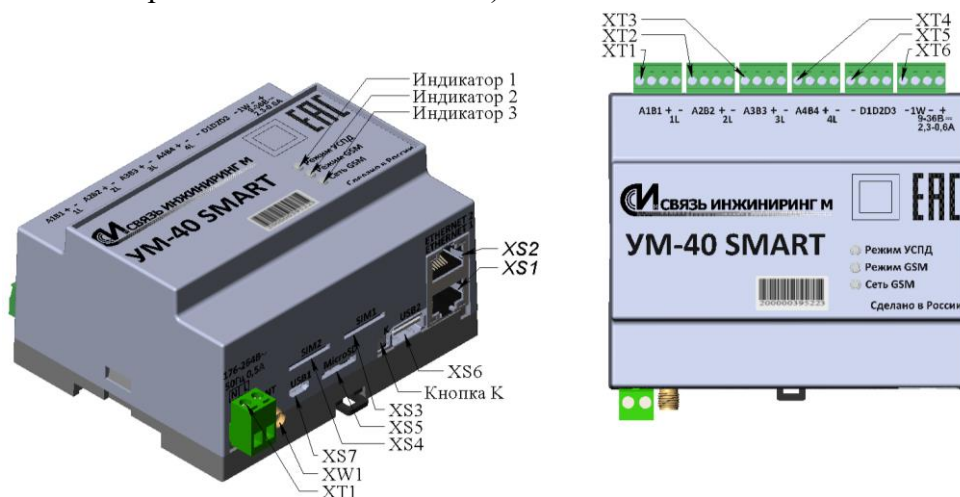

Рисунок 2. Расположение клеммников, индикаторов и кнопки на корпусе устройства
6.5 Подсоедините устройство к сети переменного тока, в соответствии с обозначением и описанием контактов клеммников (см. Рисунок 2 и Таблицу 1). Подключение к сети переменного тока рекомендуется производить проводом ПВЗ сечением 0,5мм² или 0,75мм² через автоматический выключатель (категории А) 2А. Нумерация контактов клеммников слева направо (стрелка указывает на первый контакт клеммника). Подсоедините устройство к резервному источнику постоянного тока, в соответствии с обозначением и описанием контактов клеммников (см. Рисунок 2 и Таблицу 1). Подключение к сети постоянного тока рекомендуется производить проводом ПВЗ сечением 0,5мм² или 0,75мм².
6.8 Подайте на устройство питание. На передней панели устройства должен засветиться индикатор «Режим УСПД» (см. Рисунок 2), что свидетельствует о готовности устройства к работе.